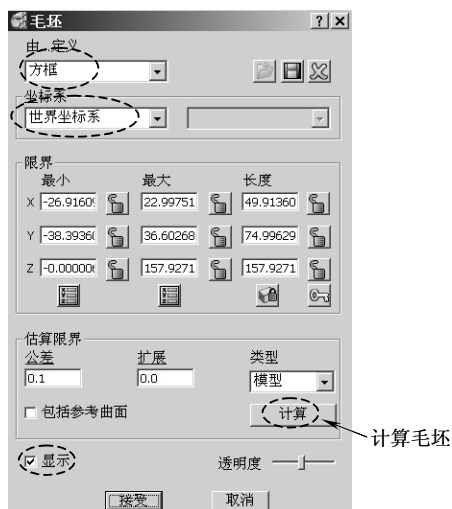
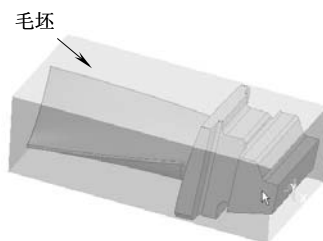

图 11-20 设置创建毛坯参数
图 11-21 方形毛坯
1) 创建毛坯：在 PowerMILL 综合工具栏中单击创建毛坯按钮，打开“毛坯”表格，勾选“显示”选项，然后单击“计算”按钮，如图 11-20 所示，创建出方形毛坯，如图 11-21 所示，单击“接受”按钮，完成创建毛坯操作。